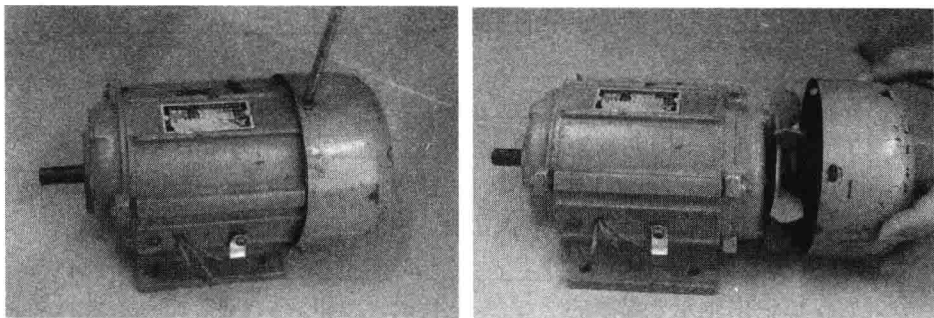

图 1-6 拆卸电动机
(1) 用螺丝刀将固定风扇罩的螺钉取下(对较大的电动机风扇罩在拆卸前做好记号, 以便回装)并取下风扇罩, 如图 1-6 所示。